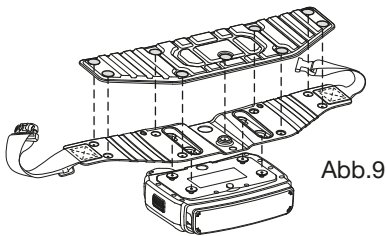

Abb.9
4. Befestigen Sie das weiche Polster mit den 8 Druckknöpfen am Gürtel (siehe Abb. 9).